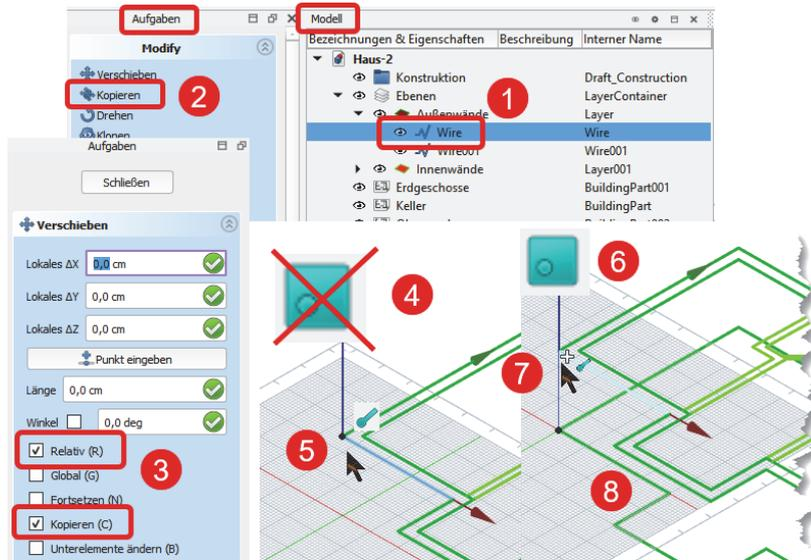

Abb. 23: Kopieren einer Kontur in ein anderes Geschoss
Nun markieren Sie die Außenkontur, die Sie im BROWSER in der EBENE **Außenwände** unter der Bezeichnung **Wire** finden ❶ (Abbildung 23). Wählen Sie im Fenster AUFGABEN den Befehl **KOPIEREN** ❷ und aktivieren Sie dort **RELATIV** und **KOPIEREN** ❸. Deaktivieren Sie in der Symbolleiste **EINRASTEN** das **EINRASTEN AUF ARBEITSEBENE** ❹ und klicken Sie mit **EINRASTEN AUF ENDPUNKT** auf einen Eck-